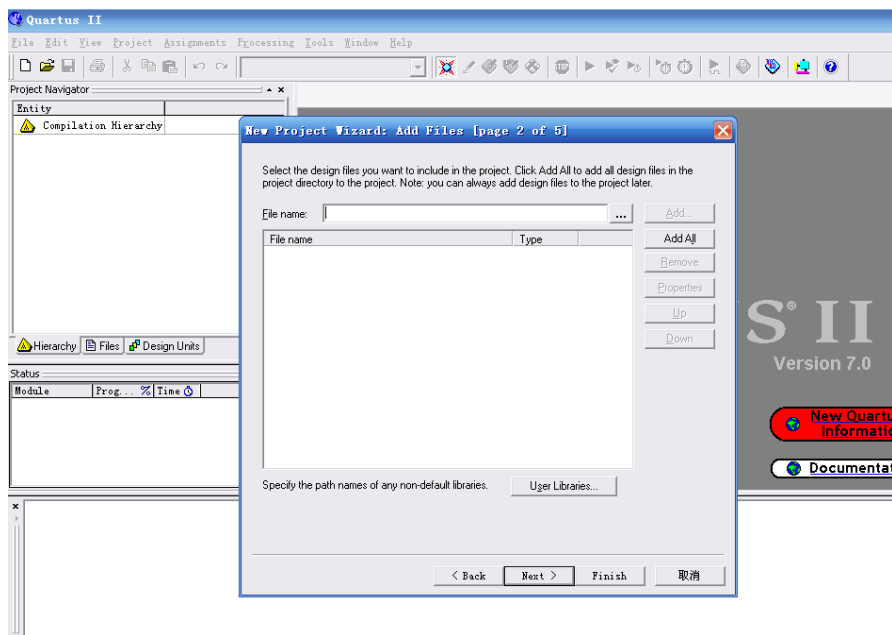

图 27 文件添加界面
- 2) 点击【Next】，出现添加文件对话框，如图 27 所示。用户可以将已编辑好的设计文件添加到工程中。在本例中不添加任何文件，直接点击【Next】。